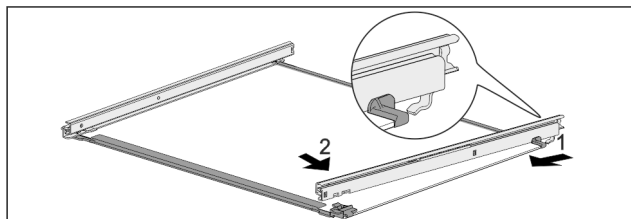

Fig. 126 Ripiano in vetro con guide
- Agganciare la guida sul lato posteriore. Fig. 126 (1)
- Innestare la guida sul lato anteriore. Fig. 126 (2)